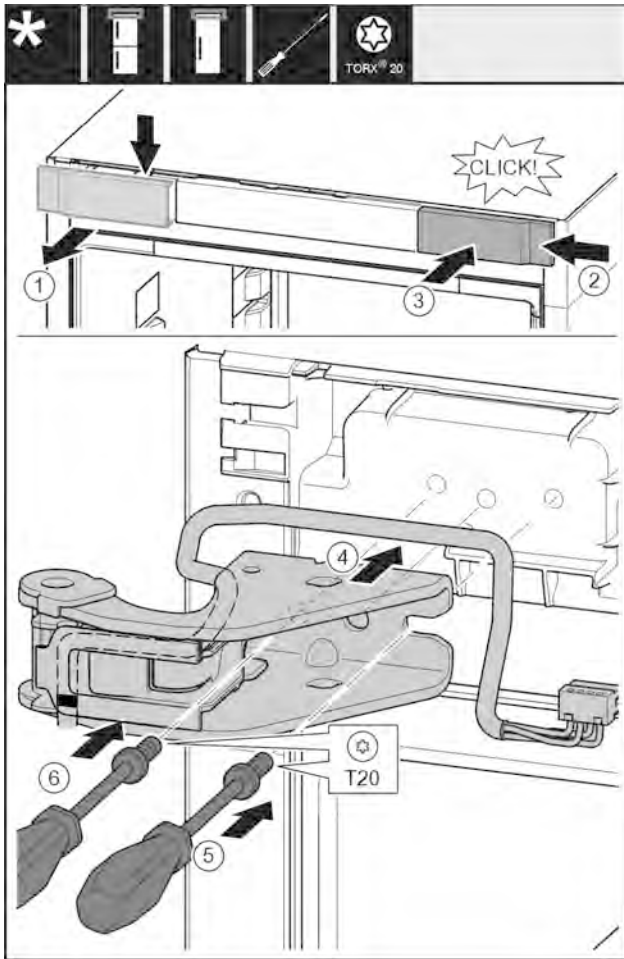

Fig. 20
- ▶ Снимите крышку сверху вперед. Fig. 20 (1)
- ▶ Навесьте крышку, повернув ее на 180°, справа с другой стороны. Fig. 20 (2)
- ▶ Зафиксируйте крышку. Fig. 20 (3)
- ▶ Установите верхний опорный кронштейн. Fig. 20 (4)
- ▶ Установите и затяните винт отверткой T20. Fig. 20 (5)
- ▶ Вставьте и затяните винт отверткой T20. Fig. 20 (6)